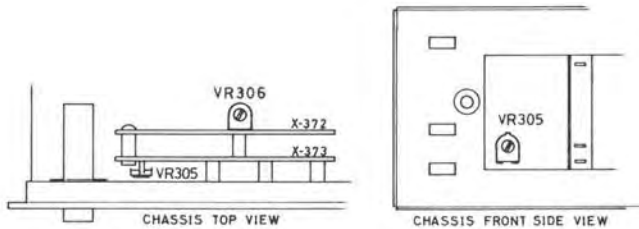

Fig. 4
*If the LEDs glow in this state, adjust potentiometer VR305 on X-373 p-c board for L-ch (VR306 on X-372 p-c board for R-ch) until the LEDs turn off (Fig. 4). VR305 (for L-ch) must be adjusted from the front panel side. Remove the front panel and indicator scale plate before adjustment. This removal is not necessary when adjusting VR306 (for R-ch).
*Si les LED s'allument dans ce cas, ajuster le potentiomètre VR305 sur la plaquette X-373 pour le canal de gauche (VR306 sur la plaquette X-372 pour le canal de droite) jusqu'à ce que les LED s'éteignent (Fig. 4). VR305 (pour le canal de gauche) doit être ajusté du côté façade. Déposer le panneau de façade et la plaque du cadran indicateur avant de procéder au réglage. La dépose n'est pas nécessaire pour procéder au réglage de VR306 (pour le canal de droite).